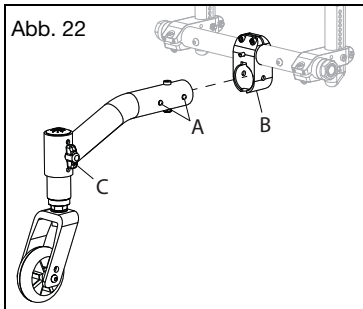

Abb. 22
1. Drücken Sie die beiden Freigabeknöpfe (Abb. 22:A) auf dem Stützrohr, sodass beide Knöpfe nach innen gezogen werden.
2. Führen Sie die Baugruppe in die Stützrohr-Halterung ein (Abb. 22:B).
4. Durch Drücken der beiden Freigabeknöpfe (Abb. 22:A) auf dem Stützrohr und Herausziehen aus der Stützrohrhalterung.
1. Entfernen Sie die Flügelmutter (Abb. 22:C) von der Schraube, die das Vorderradgehäuse im Stützrohr fixiert.